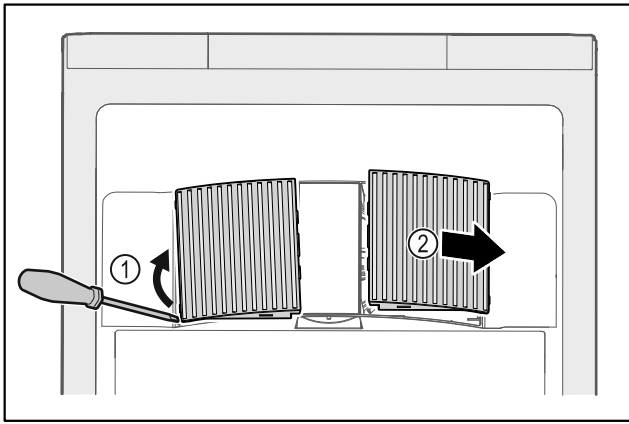

Fig. 161
- Bänd försiktigt loss fläktkåporna på sidan Fig. 161 (1) och ta av dem framåt Fig. 161 (2).